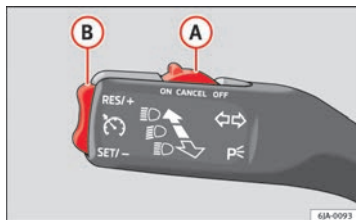

Abb. 109 Blinker- und Fernlichthebel: Schalter der Geschwindigkeitsregelanlage
- Drücken Sie den Schalter **(A)** ⇒ Abb. 109 in die Position **ON**.
- Drücken Sie die Wippe **(B)** ⇒ Abb. 109 ⇒ Seite 159 in die Position **RES**.
- Sie können die gespeicherte Geschwindigkeit durch Drücken der Wippe **(B)** ⇒ Abb. 109 ⇒ Seite 159 in die Position **SET verringern**.
Die Geschwindigkeitsregelanlage **schaltet sich vorübergehend ab**, wenn Sie die Taste **(A)** ⇒ **Abb. 109** ⇒ Seite 159 in die Position **CANCEL** drücken oder das Brems- bzw. Kupplungspedal betätigen.
- Drücken Sie den Schalter **(A)** ⇒ **Abb. 109** ⇒ Seite 159 in die Position **OFF**.